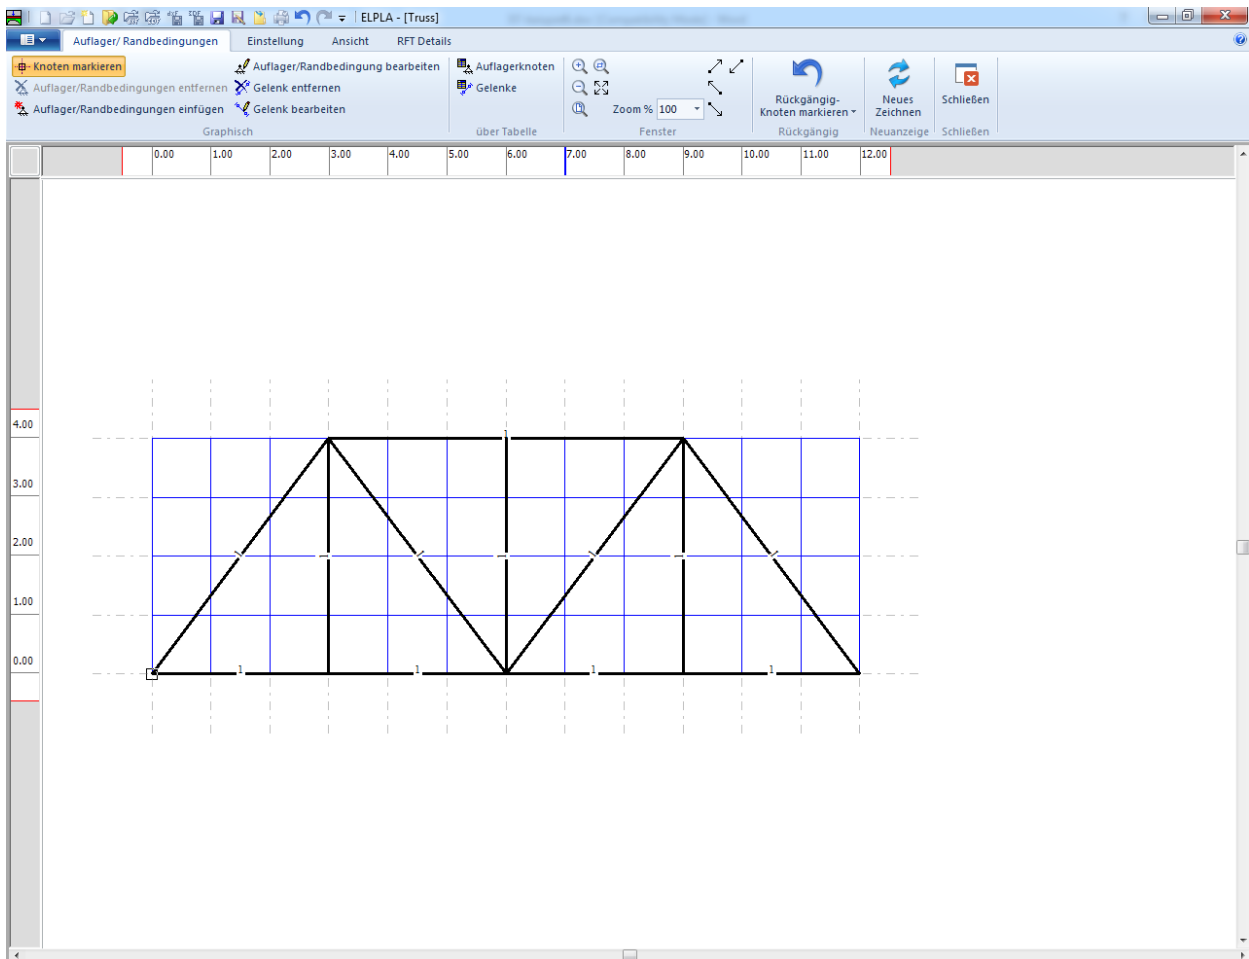

Bild 6.21 Markierung der Knoten mit Auflagern (kleine Rechtecke an den Ecken)
- Klicken Sie die linke Maustaste auf den gewünschten Knoten mit Auflager, wie im Bild 6.21 gezeigt
- Nach der Auswahl von Knoten der Auflager wählen Sie "Auflager einfügen" aus dem Menü "Graphisch" im Bild 6.21